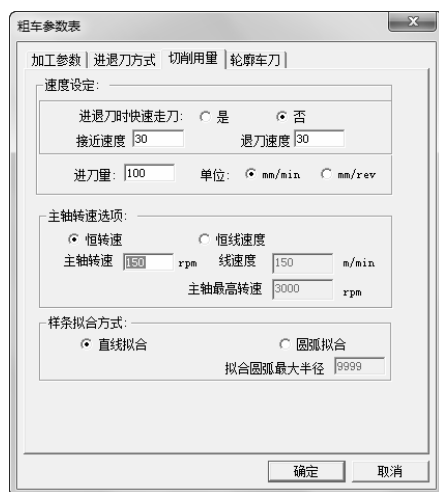

图 6-72 粗车内孔切削用量参数设定
3) 单击“切削用量”选项卡，如图 6-72 所示。设置切削用量具体参数如下：进退刀时快速走刀：否；接近速度：30；退刀速度：30；进刀量：100，单位 mm/min；主轴转速选项：恒转速；主轴转速：150；样条拟合方式：直线拟合。